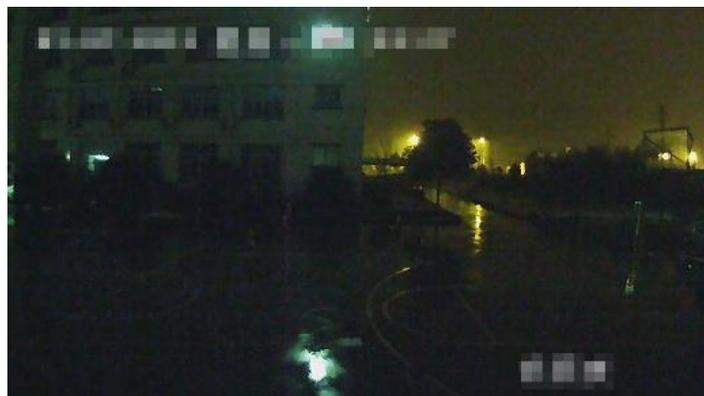

图2-18 不适用场景 2
- 场景二：如果是夜间场景亮度过低，无法进行智能分析，智能报警功能不适用，如图 2-18 所示。